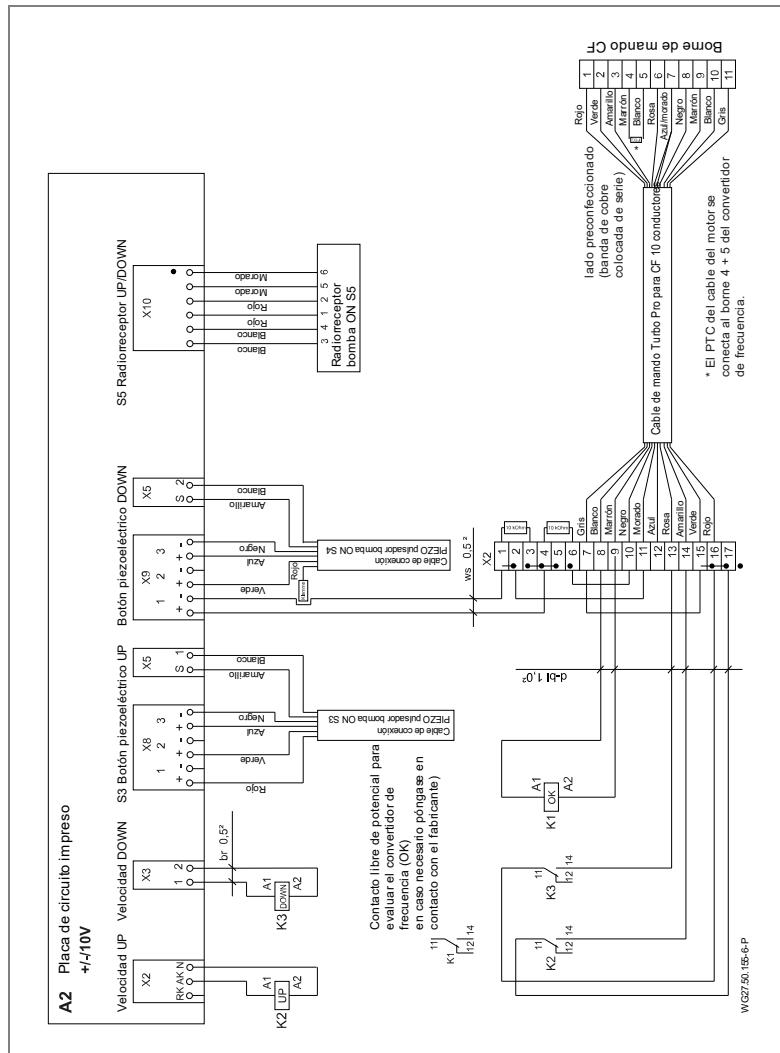

Fig. 18
14. Los conductores para el PTC (marrón/blanco) deben cablearse según el esquema de contactos. Ver "Fig. 18", página 35.